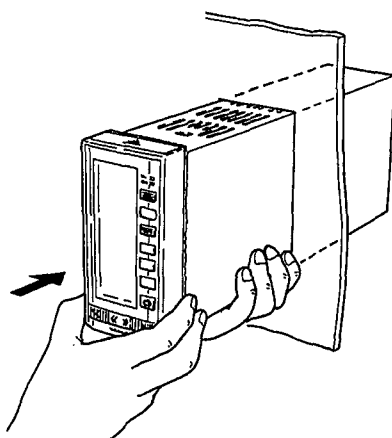

図3.1 パネルへの差し込み
- ①同梱されているクランプ金具(2個)のネジを、あらかじめドライバで緩めます。
- ②本体をパネル前面から差し込みます(図3.1参照)。